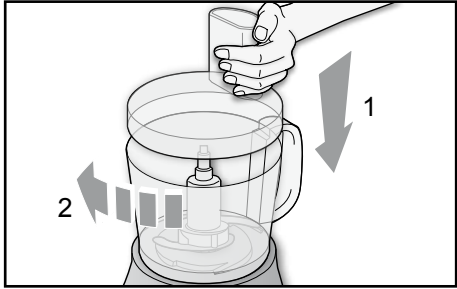

Fig. 7
- Tagliare gli alimenti a piccoli pezzi e inserirli nella ciotola (D) o nel caso si desideri impastare, inserire gli ingredienti.
- Inserire il coperchio (E) sopra la ciotola (D) allineando la tacca presente all'interno della ciotola (D) col simbolo (☐↻). Bloccare il coperchio (E) a scatto ruotandolo in senso orario (⌚) (Fig. 7).
- Mettere in funzione l'apparecchio selezionando la velocità di rotazione della lama tramite la manopola di funzionamento (A).